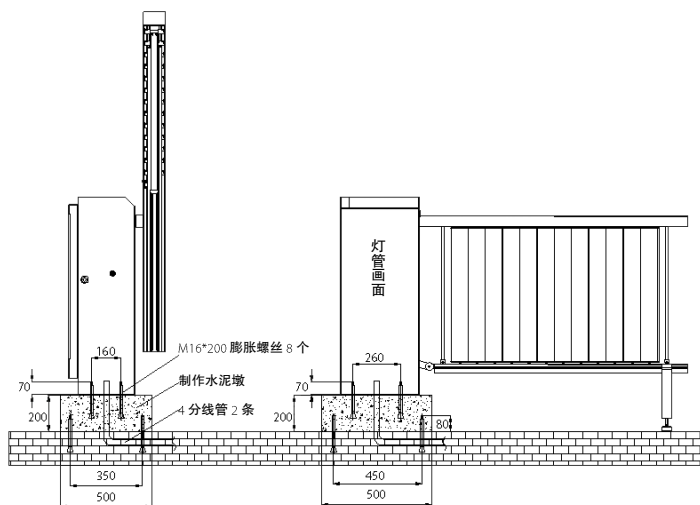

图 2.1
4. 在路基上面最少打四颗 M20 膨胀螺丝,保证安全岛和路基不会脱离,再放两条直径 25 的线管,强弱电分开。线管要用弯管器折弯,要露出安全岛 100mm (如图 2.1)
5. 将安全岛模型放在中间,然后将拌好的混凝土浇灌到模型里,安全岛表面要处于水平状态(如图 2.1)